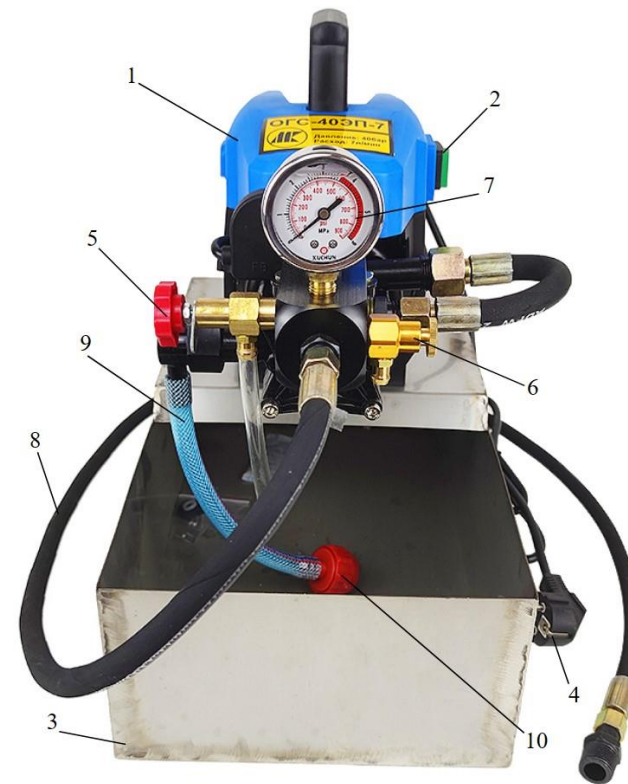

Рис. 1
4.1. Насос с электроприводом для опрессовки гидравлических систем состоит из электродвигателя, приводящего в действие насос. Электродвигатель 1 с насосом размещен на баке 3 (Рис. 1).